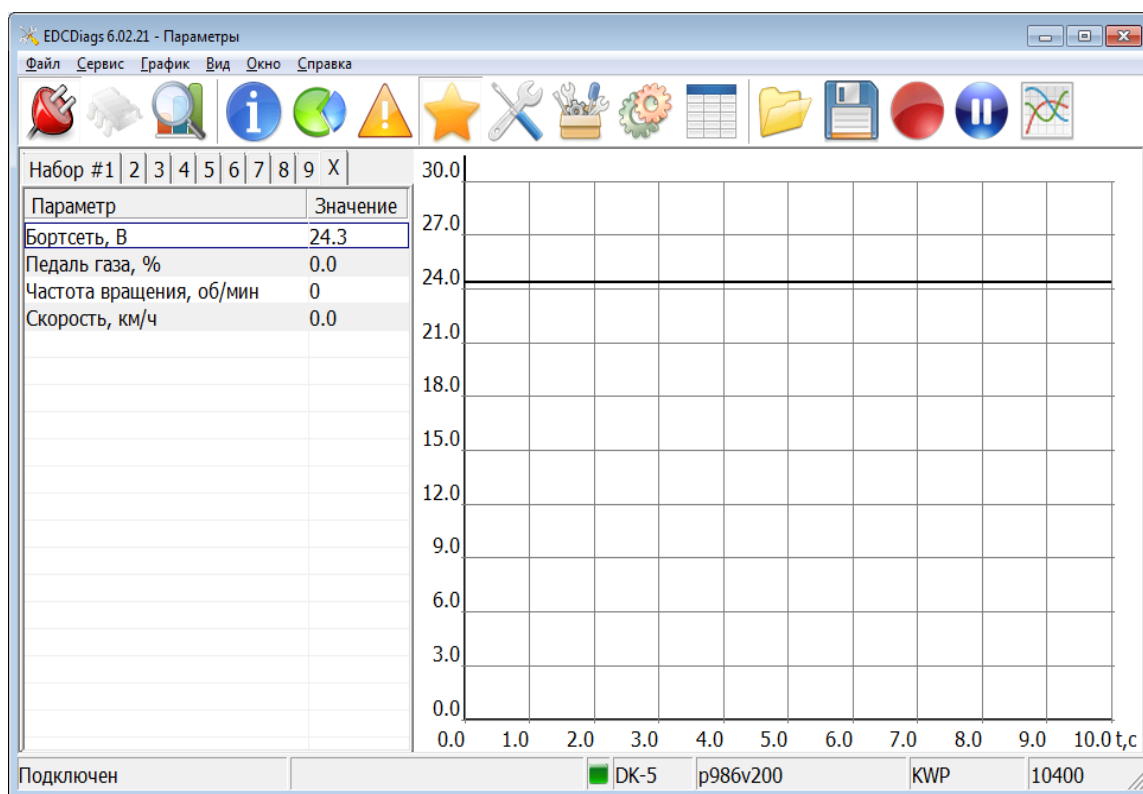

Рис. 3.6
3.7.1. Открыть вкладку «Параметры»  в основном окне программы EDCDiags (Рис. 3.6).